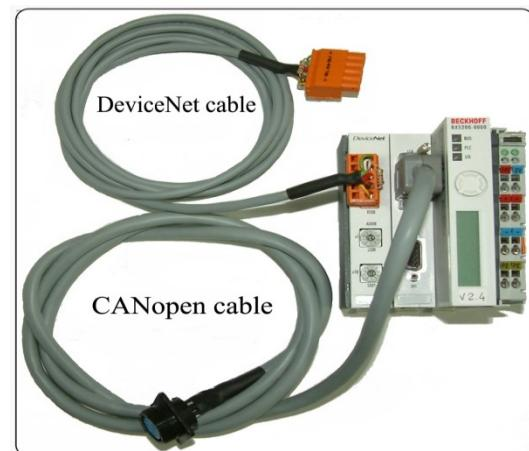

fig. 2.4
2.4 Composizione art. 210.00 (fig. 2.4).